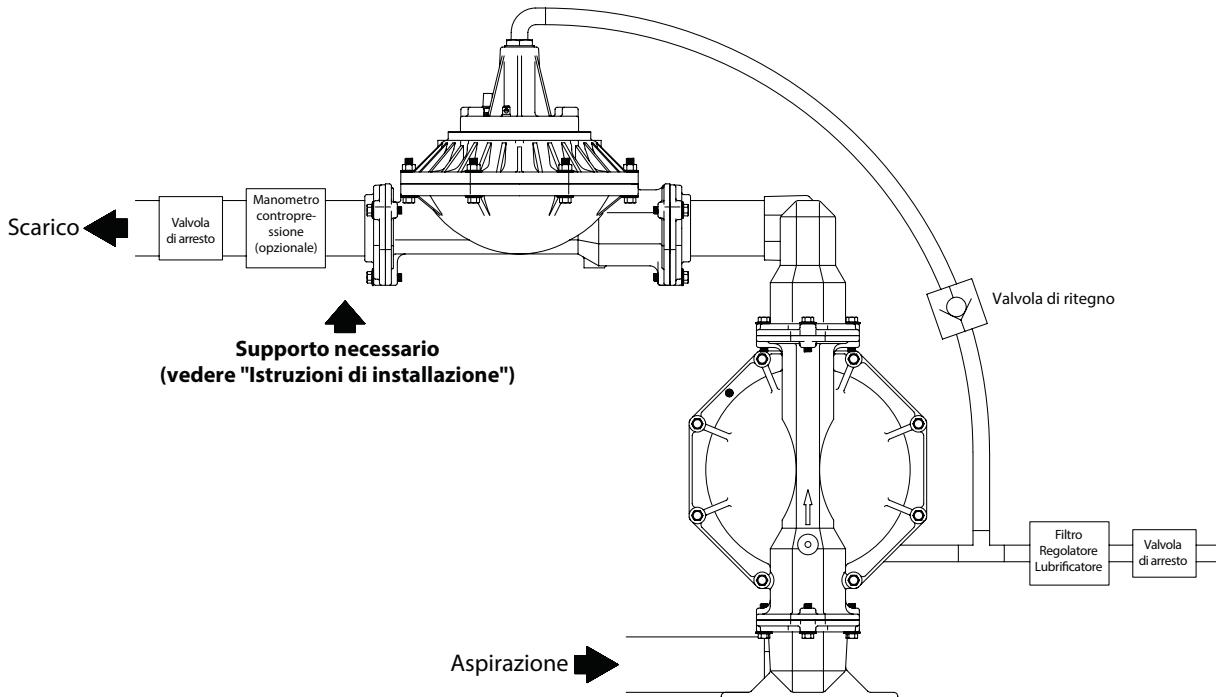

Figura 2
- Posizionare lo smorzatore di pulsazioni Shock Blocker quanto più vicino possibile allo scarico della pompa (come mostrato nella figura 2).